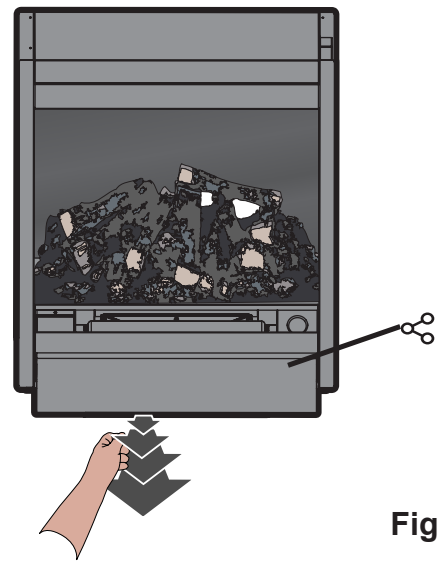

Fig.3
1. Dejando encendido el efecto de llama, abra completamente el cajón, tire suavemente hacia afuera del cajón por la lengüeta. (Vea la Fig. 3)
2. Estire el cajón lo máximo posible con la lengüeta. (Vea la Fig. 3)
2. Tire suavemente del cajón para extraerlo lo máximo posible. (Vea la Fig. 3)
1. Tire suavemente del cajón para extraerlo lo máximo posible. (Vea la Fig. 3).